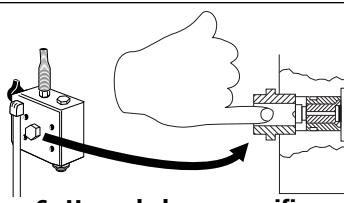

Figura 6 - Use o dedo para verificar a válvula de entrada
- Retire a tampa da válvula de entrada e com o dedo midinho e aperte a haste da válvula de entrada para certificar-se de que esteja funcionando bem (veja a Figura 6).